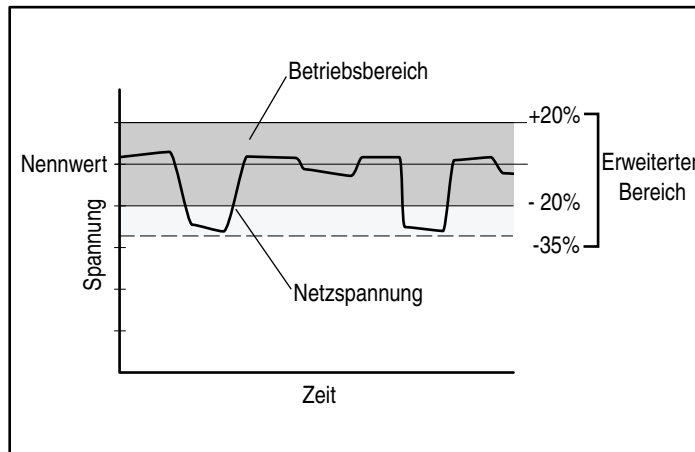

Abbildung 4-6. Die Schwankung der Netzspannung zeigt an, daß der Bereich unter Umständen auf „erweitert“ gesetzt werden muß
- Wenn die Netzspannung häufig so schwankt, daß sie den Betriebsbereich der UPS verläßt (siehe Abb. 4-6), sollten Sie in Betracht ziehen, den Betriebsbereich von „normal“ auf „erweitert“ ( $+20\%$  bis  $-35\%$ ) umzustellen. Dadurch erhöht sich die Toleranz gegenüber kurzfristigen Spannungsschwankungen.